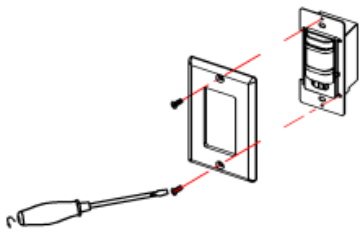

Figura 1
- Retire los dos tornillos de la cubierta frontal y quitela tapa delantera (Figura 1).